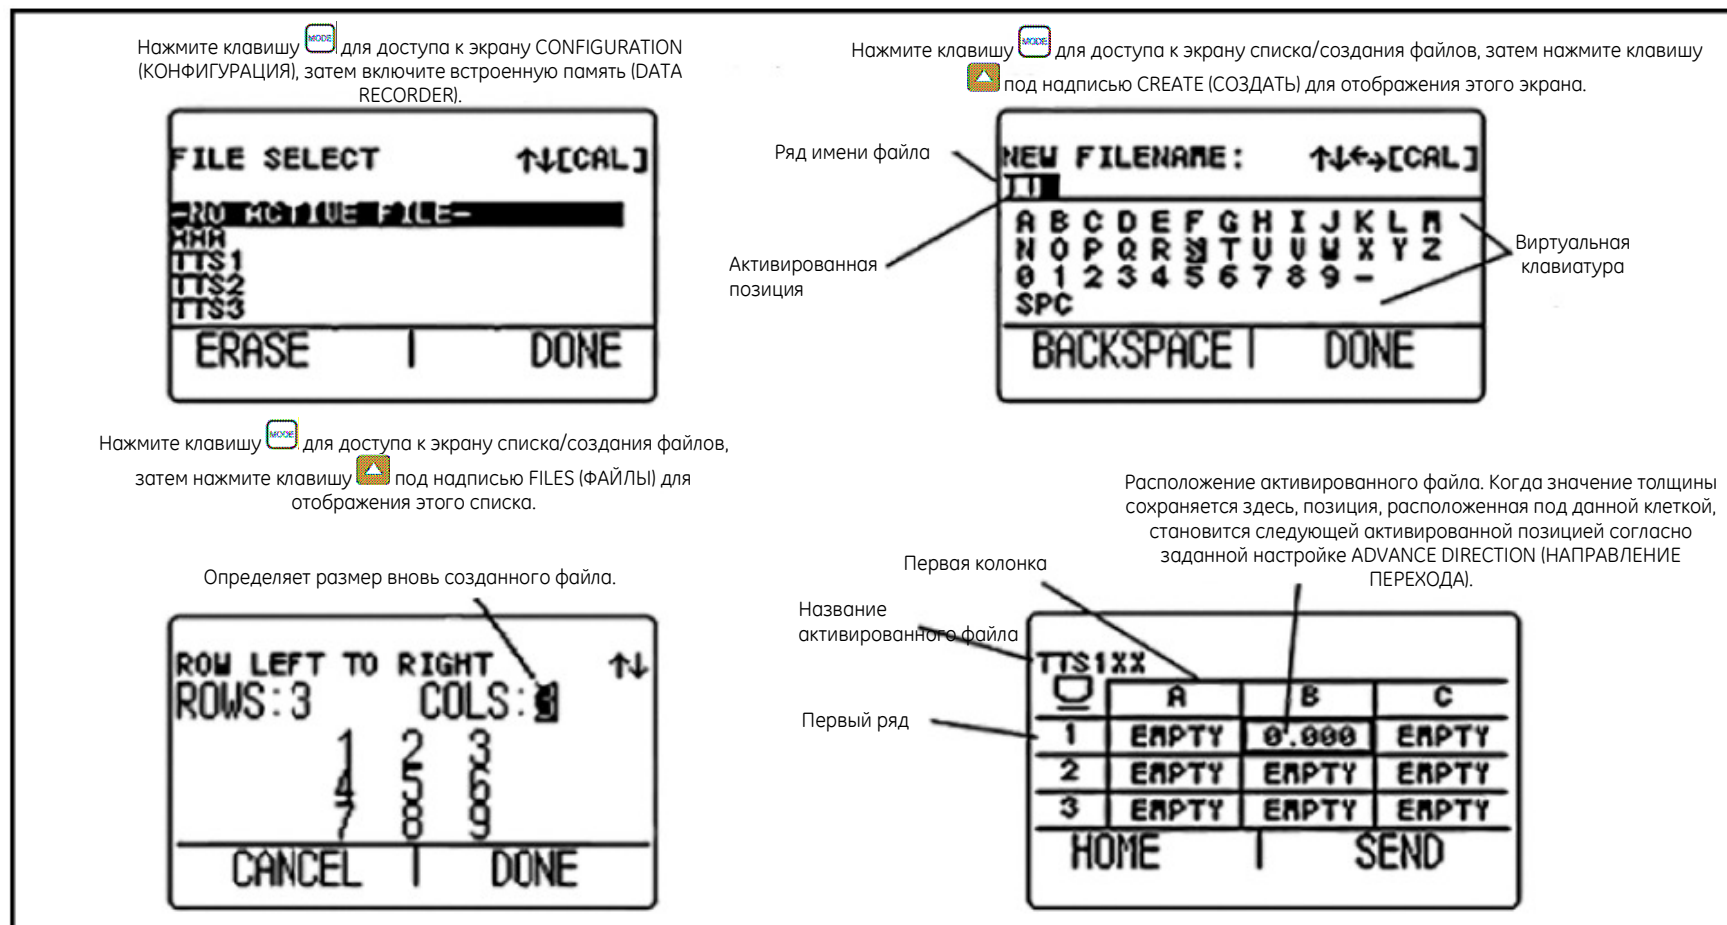

Рис. 5. Режим отображения файла
- **Режим отображения файла** – позволяет пользователю создать и сохранить значения измерения толщины в файлах памяти. Эта функция доступна только в случае, если функция встроенной памяти установлена и активирована (см. рис. 5 на стр. 12). Если встроенная память установлена и активирована, она позволяет создавать соответствующие файлы, сохранять измеренные значения толщины и перемещаться по содержимому файла.